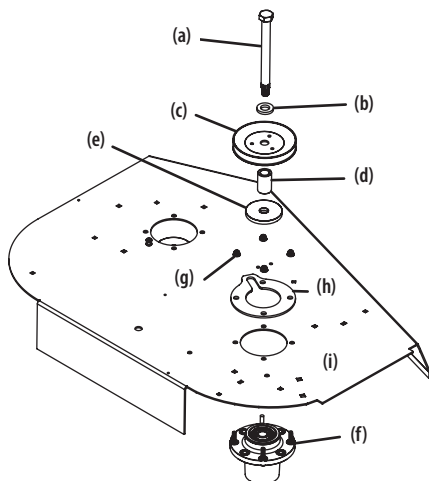

Figura 46
4. Retire el perno hexagonal (a), la arandela (b), la polea (c), el separador (d) y la arandela de protección (e) del conjunto del husillo (f) (Figura 46).
5. Retire las cuatro tuercas de seguridad bridadas (g) y la placa de soporte (h) que fijan los conjuntos del husillo (f) a la plataforma (i) (Figura 46).
7. Invierta los PASOS 4 - 5 para instalar el conjunto del husillo. Cuando instale el nuevo conjunto del husillo, asegúrese de instalar los elementos de ferretería exactamente como se muestra en la Figura 46. Ajuste las tuercas de seguridad bridadas en 21-32 pies-libras (28.47-43.39 N-m).